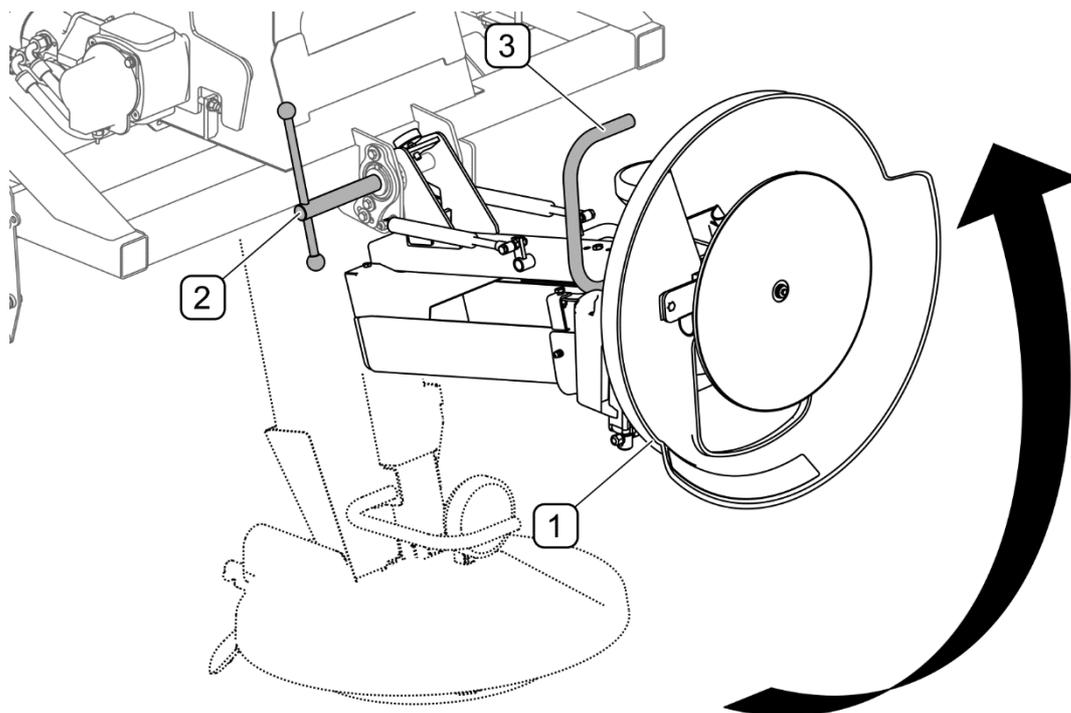

ABBILDUNG 4.32 Anheben des Streumechanismus
- Das Streusystem anheben und in oberster Position blockieren (ABBILDUNG 4.32),
Zum Anheben des Streumechanismus zum Entladen (ABBILDUNG 4.32) muss wie folgt vorgegangen werden: